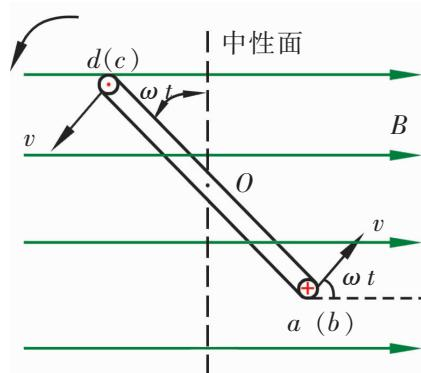

图 2-2-1
如图 2-2-1 是交流发电机线圈截面示意图，标有 a 的小圆圈表示线圈 ab 边的横截面，标有 d 的小圆圈表示线圈 cd 边的横截面。设 ab 边的长度为 l ， ad 边的长度为 l' ，外磁场的磁感应强度为 B ，线圈平面从中性面开始转动，角速度是 ω ，经时间 t 。则：
2. 一台发电机产生的正弦式电流的电动势 $e = 100 \sin 314 t$ (V)，那么，这台发电机线圈匀速转动的角速度是多少？线圈每秒转多少圈？在 1 s 内电流方向改变多少次？
3. 在图 2-2-1 所示的交流发电机线圈中，如果 ab 边长为 l ， bc 边长为 d ，线圈转动的角速度为 ω ，线圈匝数为 n ，磁感应强度为 B ，求交变电动势的峰值 E_m 。